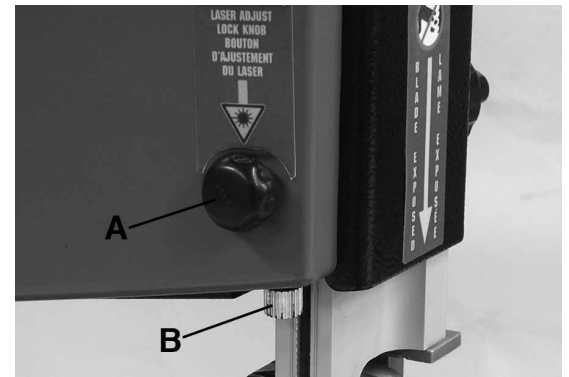
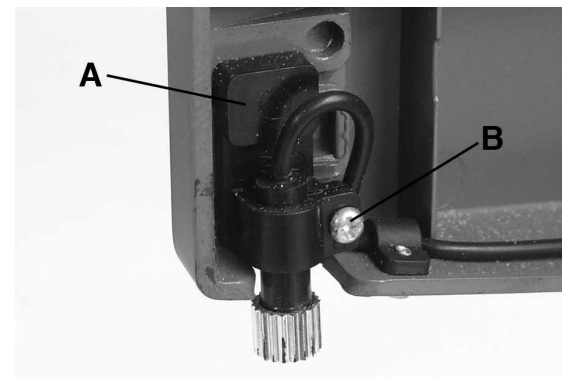

FIGURE 16
FIGURE 17
1. Deserrez le bouton de verrouillage (A) Fig.16.
- 3) Alignez le laser (B) Fig.16 avec la lame en déplaçant l'ensemble de laser (A) Fig.17 soit vers la droite ou vers la gauche, vous pouvez aussi tourner le laser pour effectuer l'alignement en desserrant la vis (B) Fig.17 jusqu'à ce que le laser soit parfaitement aligné avec la lame. Une fois aligné, tenez le laser et resserrez le bouton de verrouillage et la vis.